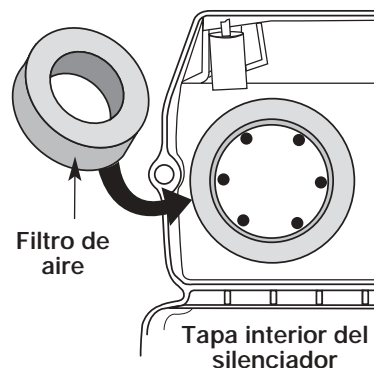

Fig. 18
2. Gire la tapa y ubique el filtro de aire adentro. Saque el filtro de aire de adentro de la tapa del filtro de aire / silenciador (Fig. 18).
6. Cambie el filtro de aire dentro de la tapa del filtro de aire / silenciador (Fig. 18).